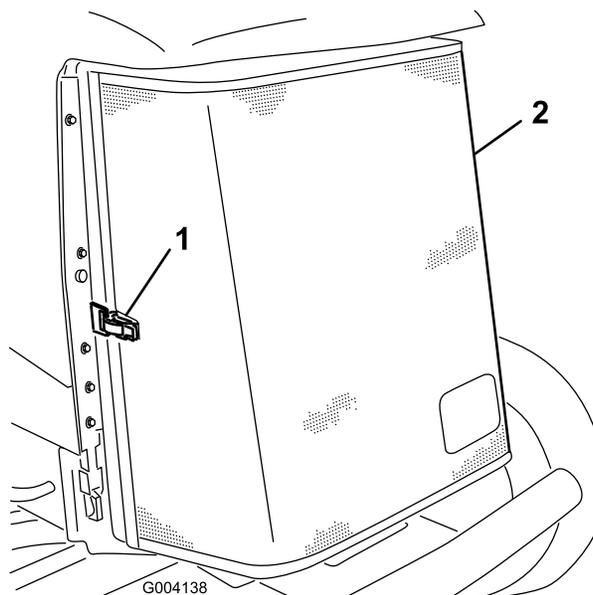

Рисунок 105
5. Расфиксируйте заднюю решетку и поверните ее, чтобы открыть (Рисунок 105).